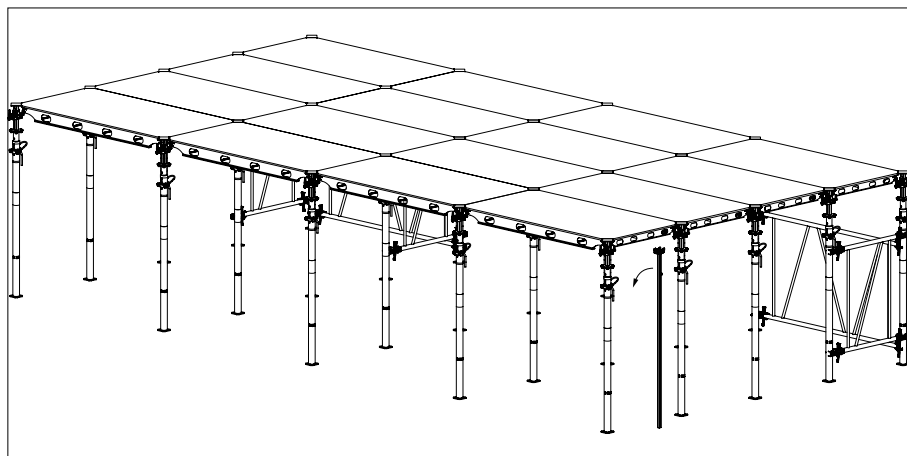

Fig. A5.15
9. Una volta posizionato l'ultimo puntello, rimuovere il secondo ausilio (Fig. A5.15)